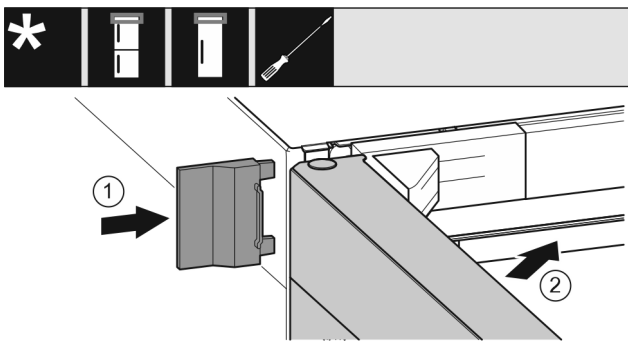

Fig. 24
- ▶ Împingeți apărătoarea exterioară. Fig. 24 (1)
- ▶ Închideți ușa superioară. Fig. 24 (2)